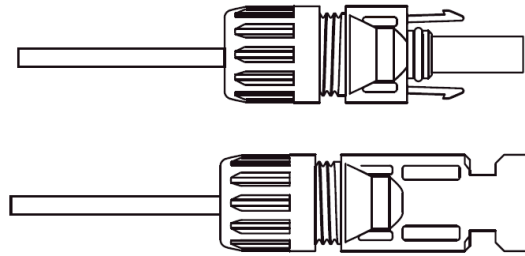

Рис. 3.5 Ро'єм із накладною гайкою
3. Обтискніть клеми. (як показано на рис. 3.5)